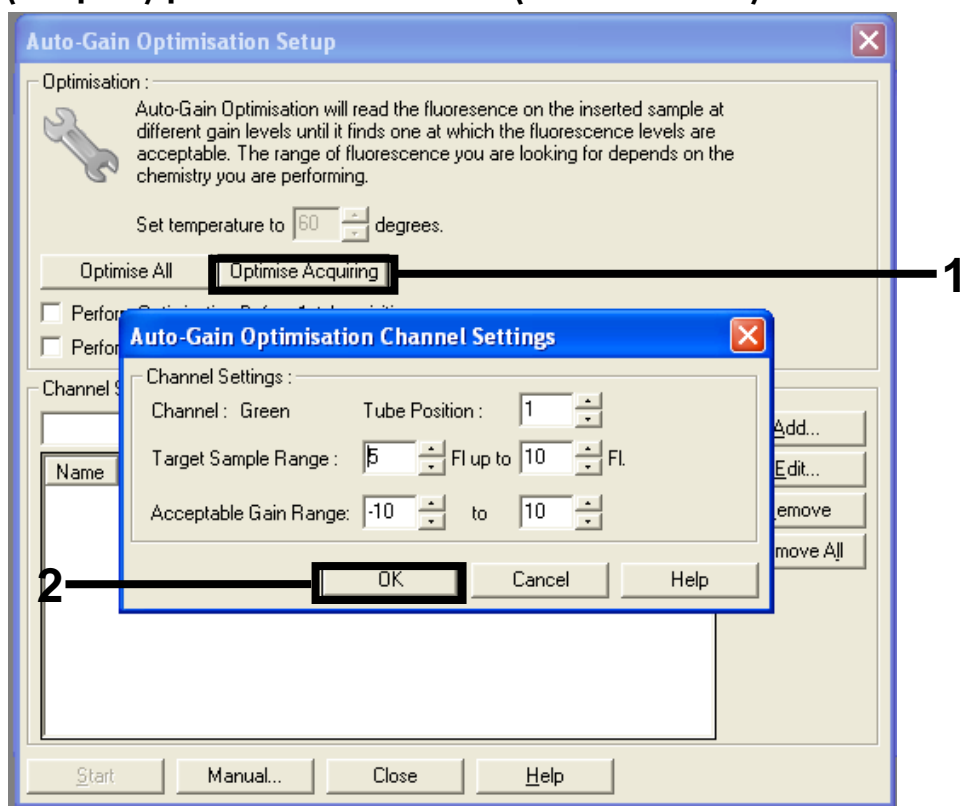

Ilustración 11. Optimización de la ganancia automática para el canal verde
14. Haga clic en el botón “Optimise Acquiring” (Adquirir optimización). A continuación, se muestra la configuración de canal para cada canal. Acepte los valores predeterminados haciendo clic en “OK” (Aceptar) para ambos canales (Ilustración 11).